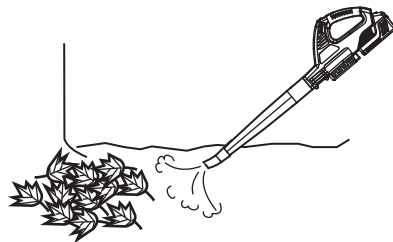

Fig. 4
- Tenez le souffleur en positionnant la buse plusieurs pouces au-dessus du niveau du sol (Fig. 4).